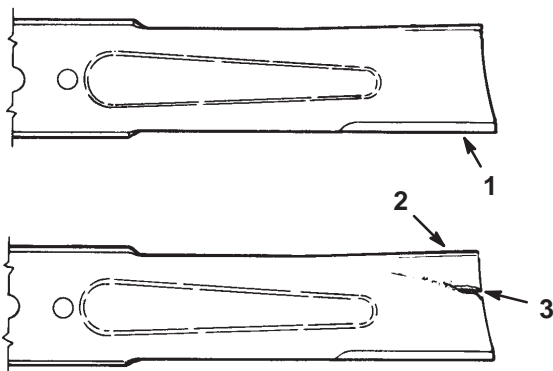

Bild 23
2. Untersuchen Sie die Schnittkanten (Bild 23). Bauen Sie, wenn die Kanten nicht scharf sind oder Kerben aufweisen, die Schnittmesser aus und schärfen sie; siehe „Schärfen des Messers“ auf Seite 13.
- Untersuchen Sie die Schnittmesser, insbesondere den gebogenen Bereich (Bild 23). Montieren Sie, wenn Sie Schäden, Verschleiß oder Rillenbildung in diesem Bereich feststellen (Bild 23), sofort ein neues Schnittmesser.